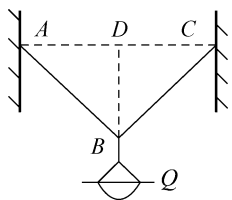

图8
31. 吊灯如图 8 所示, 已知灯重 G , 悬绳 $AB = BC = 2\text{m}$, $BD = 1\text{m}$, 则悬绳所受拉力为 ()。